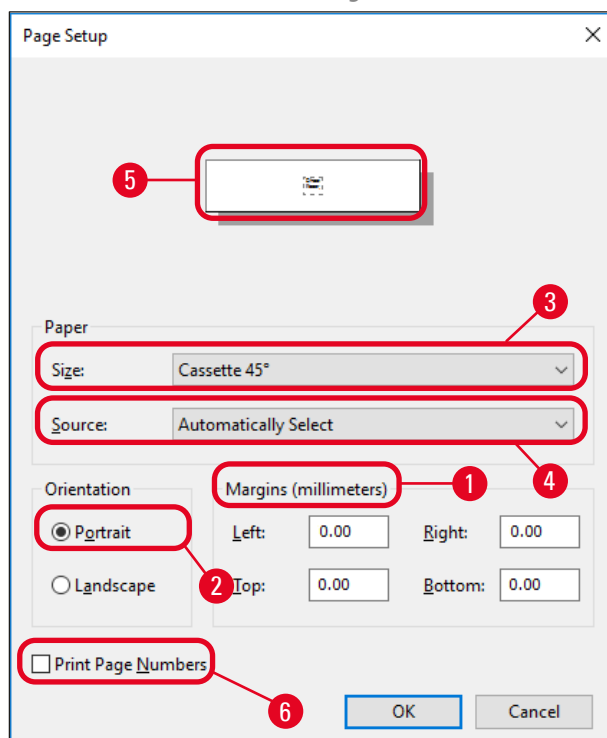

Рис. 46
3. Прежде всего задайте настройки страницы: нажмите **File > Page Setup** (Файл > Настройка страницы) для открытия диалогового окна **Page Setup** (Настройка страницы) (→ "Рис. 46").